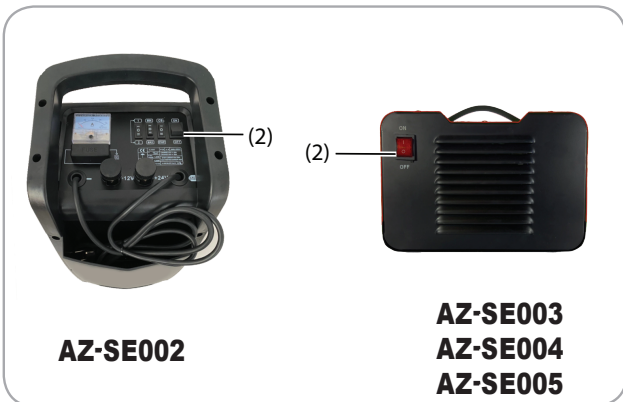

Fig.4b
- Aparatul se oprește, apăsând întrerupătorul în poziția Oprit și deconectând cablul de alimentare de la priză. Fig 4b (2)